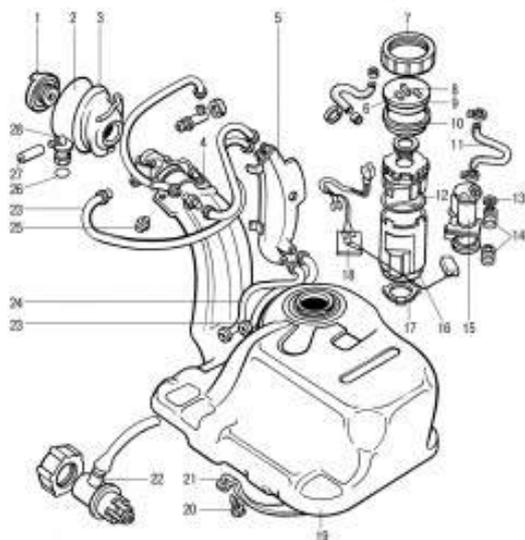

Рис. 5.12. Топливный бак и топливный насос автомобилей с двигателем SOHC:
На автомобилях, оборудованных двигателями с системой впрыска, топливный насос может быть установлен в топливном баке или снаружи перед баком за топливным фильтром с правой стороны (рис. 5.12 и 5.13).
- отсоедините топливные шланги от подающего 6 (см. рис. 5.12) и возвратного 8 штуцеров;